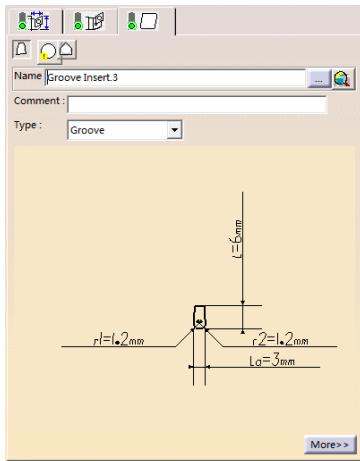

图 6-143 刀片选项卡 (7)
- 单击刀具参数选项卡中的 ，切换到刀片选项卡 (7)，设置刀片类型以及刀片参数，如图 6-143 所示。